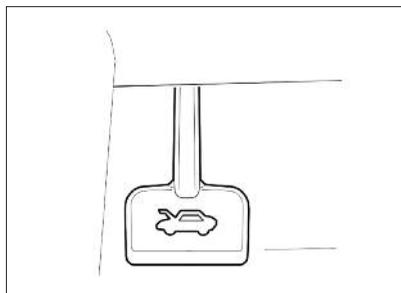
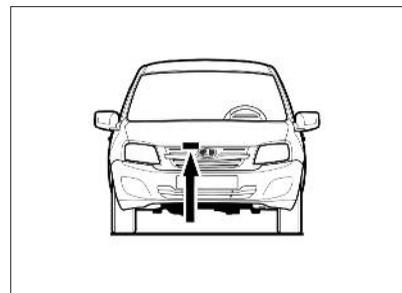
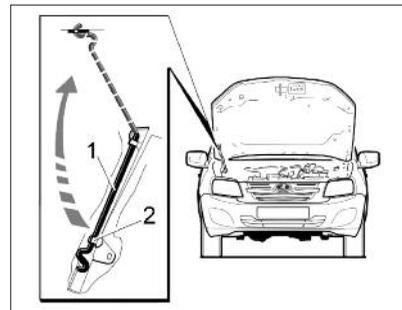
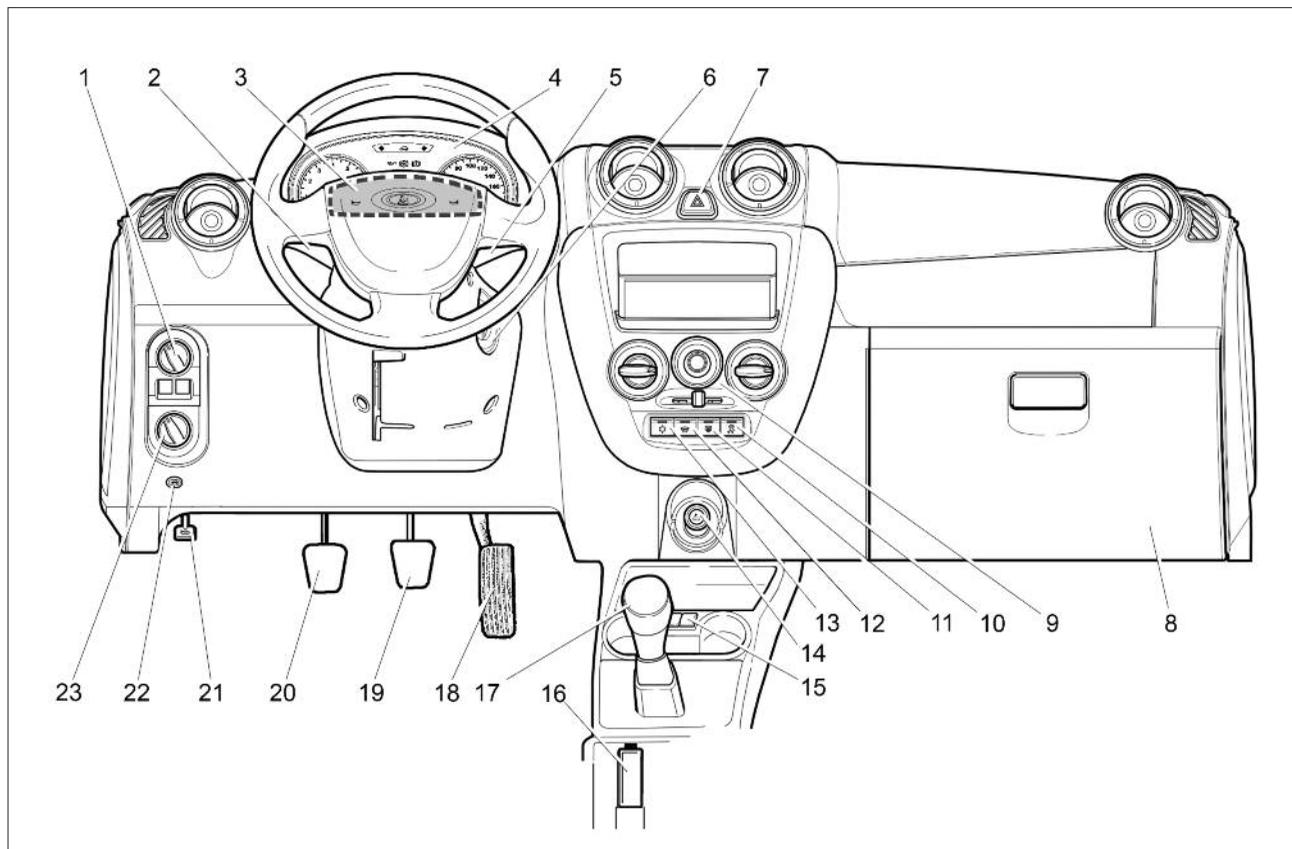

Рис. 22. Рукоятка открывания капота
Рис. 23. Лапка предохранительного крючка
Рис. 24. Открывание капота
Рис. 28. Органы управления и приборы
Для доступа в моторный отсек потяните на себя рукоятку (рис. 22), расположенную с левой стороны панели приборов под модулем управления светотехникой (см. рис. 28), приподнимите капот и через образовавшуюся щель **отожмите вправо лапку предохранительного крючка** (рис. 23). Поднимите капот и установите упор **1** (рис. 24) в специальное гнездо капота, как показано на рисунке. Для удобства фиксации при этом не рекомендуется чрезмерно отводить капот (более 10 сантиметров) от верхнего конца выставленного упора **1**.
1. Активация звукового сигнала осуществляется путем нажатия на крышку модуля в верхней части, в зоне, обозначенной штрихпунктирной линией (рис. 28).
сигнал ниже рекомендованной зоны, выделенной штрихпунктирной линией (рис. 28). Принятые меры по корректному обращению со звуковым сигналом продлят срок службы модуля НПБВ и надолго сохранят его товарный вид. В случае неприятия Вами рекомендаций по корректной активации звукового сигнала изготовитель не несет ответственности за дальнейшее состояние и эксплуатационные характеристики модуля НПБВ Вашего автомобиля.